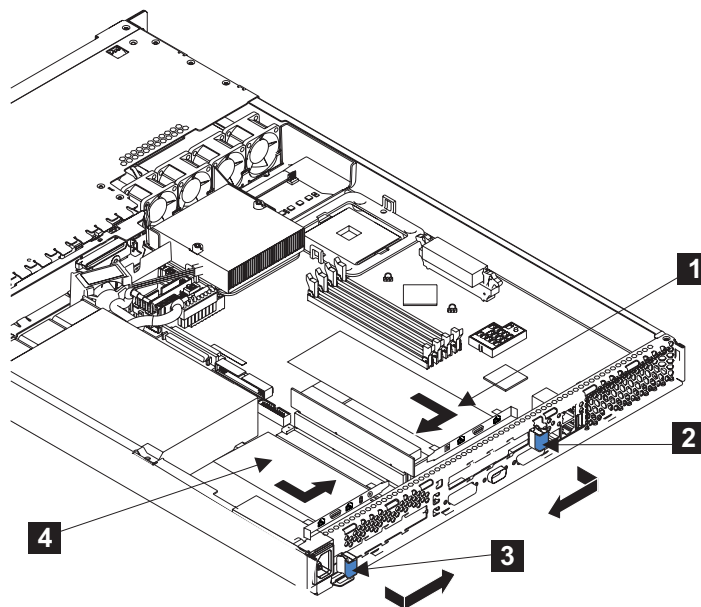

図 147. アダプターをインストールした SAN ボリューム・コントローラー 2145-4F2
3. 拡張スロット・クリップ (図 147 の **2** または **3**) をアダプターの方向に回転し、所定の位置に押し込みます。